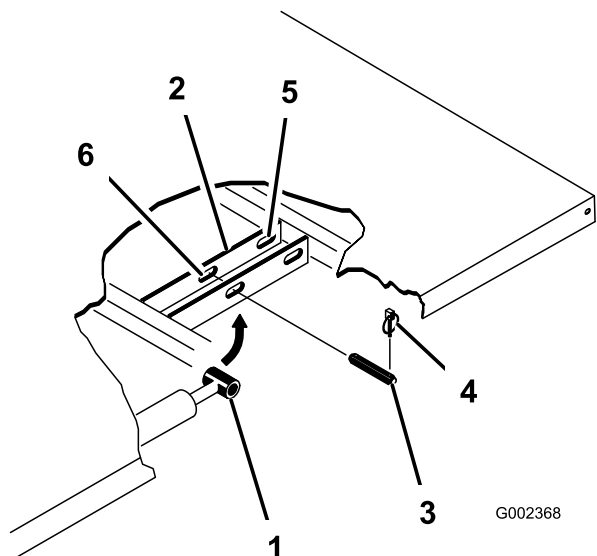

図 40
3. シリンダの外側端部からリンチピンを外す(図40)。
4. シリンダロッドの端部を荷台取り付けプレートのスロットに固定しているクレビスピンを内側に押し込んで外す(図40)。
5. ピボットブラケットをフレームに固定しているリンチピンとクレビスピンを外す(図40)。